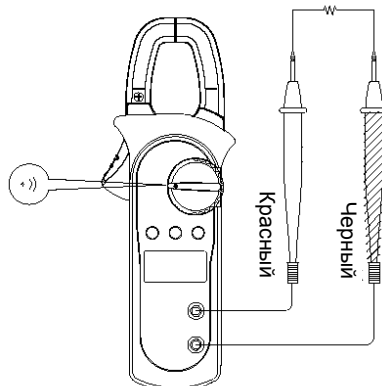

Рисунок 6
**D. Прозвонка электрических цепей** (см. рисунок 6)
- Рисунок 6